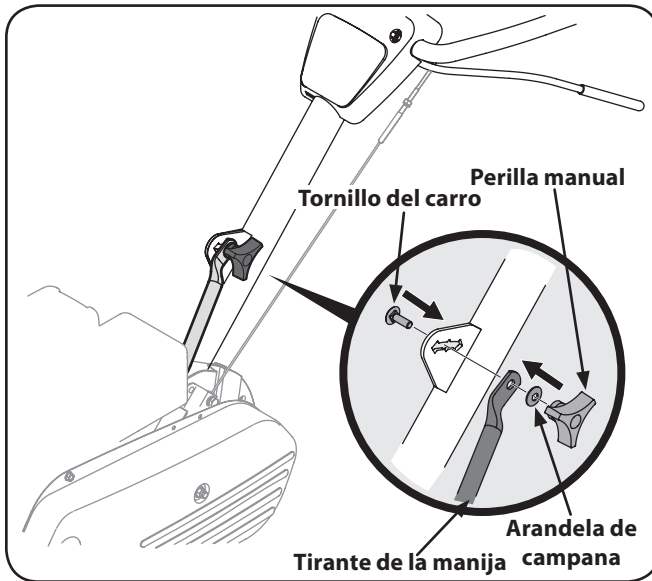

Figura 1-4
6. Asegure el perno después de ajustar la traba de la manija como se muestra en la Figura 1-4.
8. Inserte el perno de carro a través del soporte soldado de la manija, la arandela campana, la traba de la manija, y dentro de la perilla de mano. Vea la Figura 1-4.
9. Seleccione una de las tres posiciones para la altura de la manija (tres muescas en la ménsula soldada de la manija), y ajuste la perilla de mano para fijar la manija en la posición deseada. Vea la Figura 1-4. Regrese a la manija inferior y ajuste el perno hexagonal firmemente.